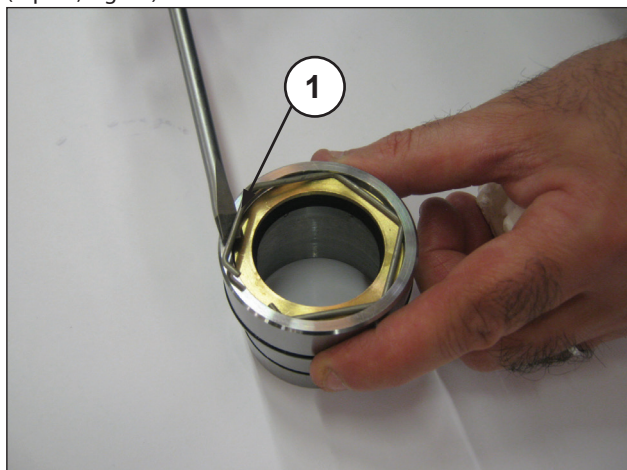
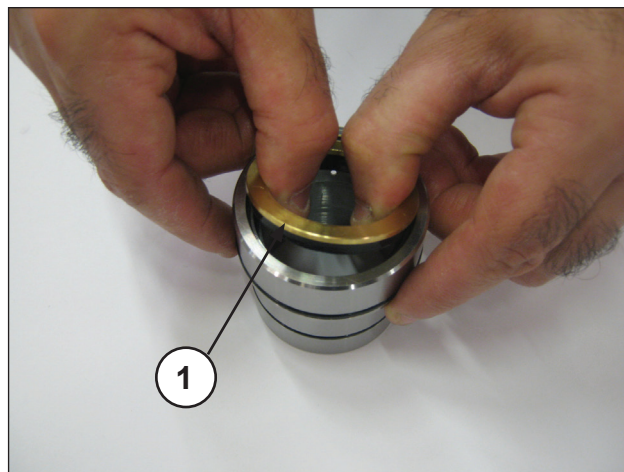

Fig. 50
Fig. 51
Pour déposer la garniture d'étanchéité basse pression, il faut déposer le circlip d'arrêt (rep. ①, Fig. 50) et le joint d'étanchéité (rep. ①, Fig. 51).